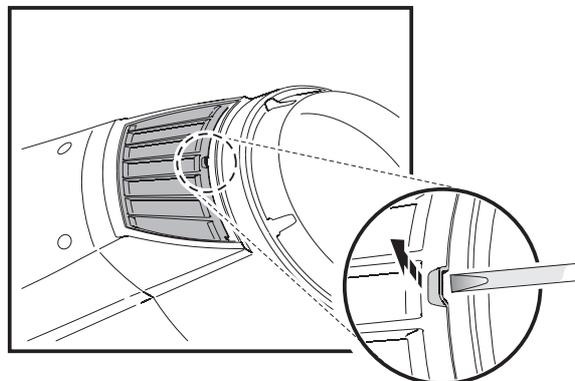

Figure 17: Démontage des filtres à air
2. Voir Figure 17. Sur chaque côté de la tête, utilisez un petit tournevis plat pour soulever l'avant du porte filtre. Tirez le porte filtre vers l'avant pour le déclipser.